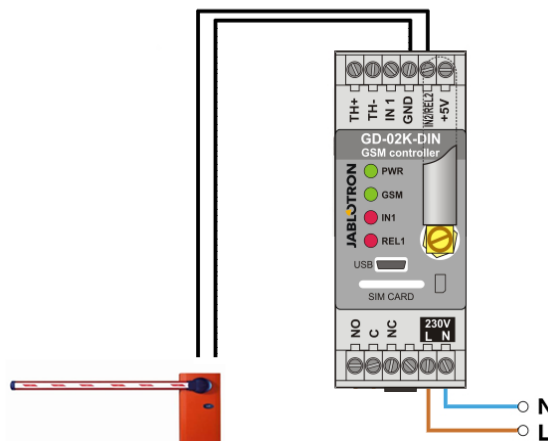

Рисунок 2: GD-02K-DIN в качестве устройства управления шлагбаумом.
- Данное применение требует подключение контакта к выходу REL2 /GND и к низковольтному входу управляемого шлагбаума, см. рис.2.